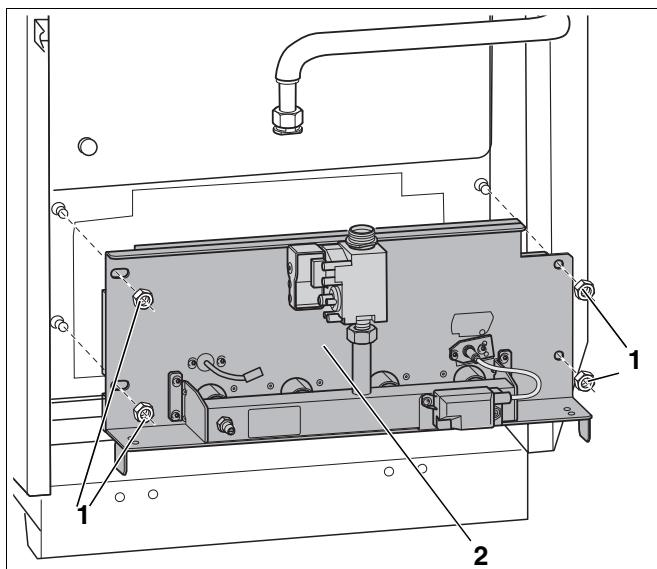

Рис. 38 Снятие крепежных гаек
- Открутить крепежные гайки (рис. 38, поз. 1) на щитке горелки (рис. 38, поз. 2) и вынуть газовую горелку.
- При креплении щитка горелки (рис. 38, **поз. 2**, стр. 54) слегка затяните четыре болта.